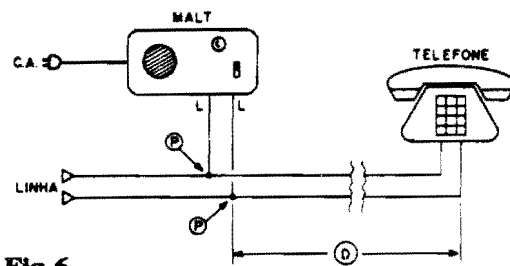

Fig. 6
- FIG. 6 - A INSTALAÇÃO DO MALT - É só ligar o circuito à linha telefônica, via pontos L-L (consubstanciados no par de conetores tipo "Sindal" - ver figuras...), sem nenhuma preocupação de polaridade, enfiar o plugue do "rabicho" numa tomada C.A. próxima, ligar a chave geral (L-D) e ajustar o VOLUME! Um teste efetivo, obviamente, apenas poderá ser feito com a linha telefônica "em uso", para se determinar VOLUME, essas coisas (eventualmente configurando a necessidade de modificações no valor do resistor marcado com asterisco no esquema - fig. 1...). Um ponto importante (que já foi insinuado...) é que o MALT não precisa (normalmente *nem deve*...) ficar próximo ao aparelho telefônico conetado à linha monitorada! Na verdade, a distância "D" pode